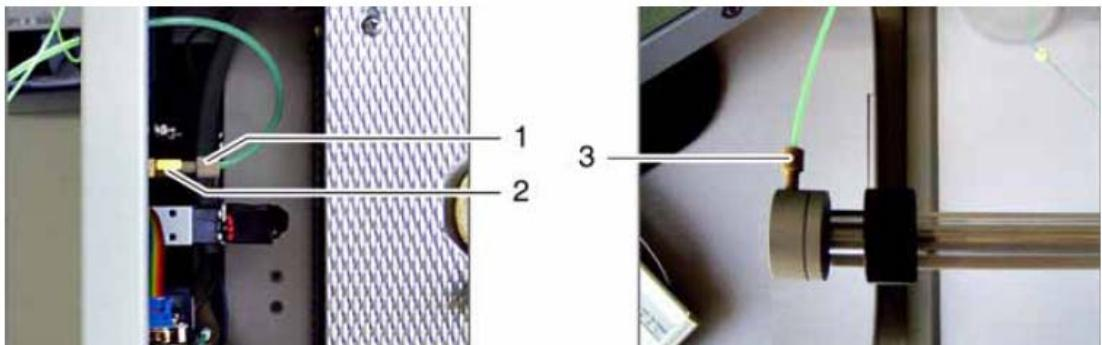

图 104 阀门的导管 (30) 和固体测定模块接头
8. 将管道 (30) 与阀门接头连接 (图 104) .
- 将管道 (30) 另一端连接到固体测定模块的接头 (图 104)。